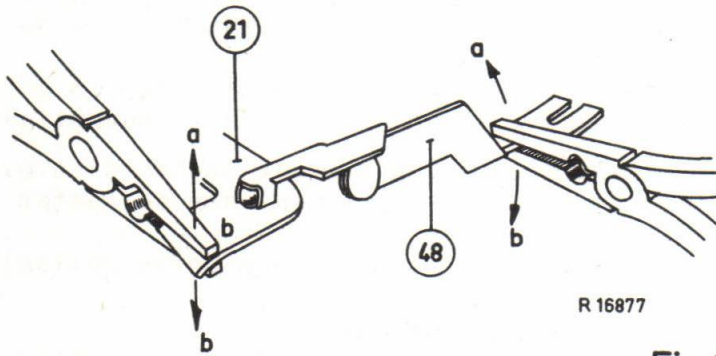

Fig. 22
K. HEFBOOM 48 (zie fig.22)
Eventueel instellen door de gaffel 48 iets in de gewenste richting te verbuigen (zie fig.22).